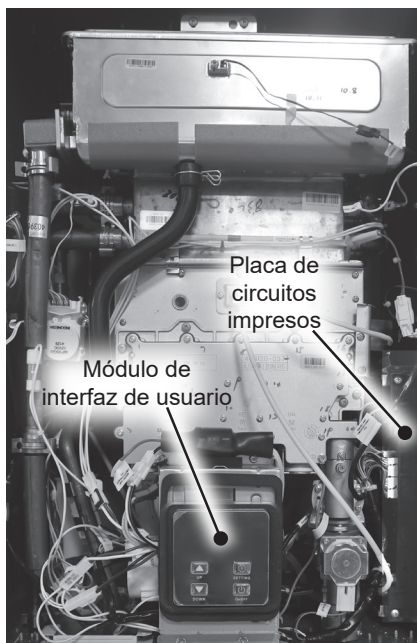

Figura 13 - Ubicación del UIM
- 4 Ubique el Módulo de interfaz de usuario (UIM). Consulte la Figura 13.